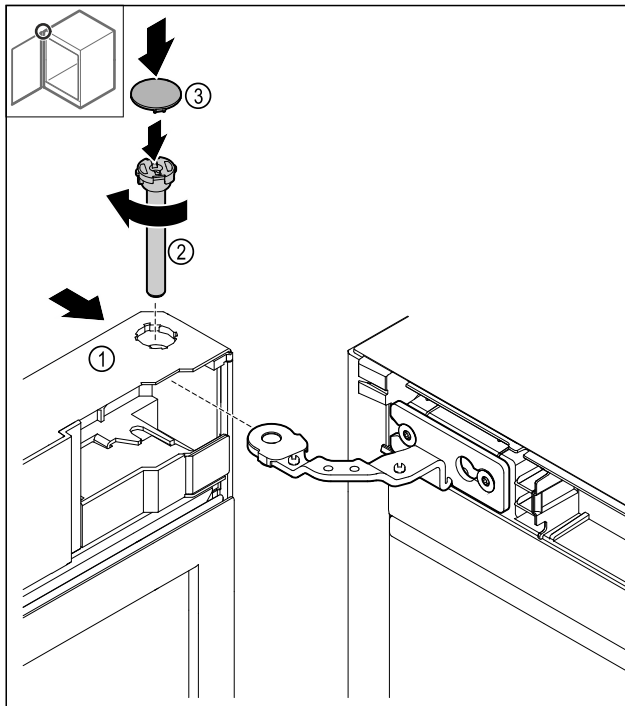

Fig. 48
- Skjut på dörren Fig. 48 (1) upptill på gångjärnet.
- Sätt in stiftet Fig. 48 (2) och skruva fast det medurs.
- Sätt på skyddet Fig. 48 (4).